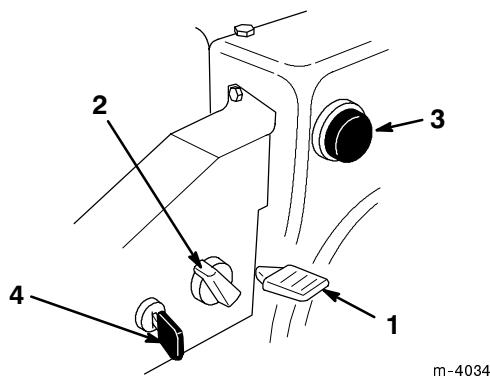

Figure 16
- **Clé de contact** (Fig. 16)—Insérez la clé dans le commutateur d'allumage avant de mettre le moteur en marche. Pour couper le moteur, retirez la clé de contact.
- **Commande des gaz** (Fig. 16)—Déplacez la manette vers le haut pour augmenter le régime du moteur, ou vers le bas pour le réduire.
- **Starter** (Fig. 16)—Pour mettre en marche un moteur froid, tournez la commande de starter en position Maxi (Full). Au fur et à mesure que le moteur se réchauffe, ramenez petit à petit la commande en position Arrêt.
- **Amorceur** (Fig. 16)—Appuyez sur l'amorceur pour envoyer une petite quantité d'essence dans le moteur afin de faciliter le démarrage par temps froid.
1. Tirez le bouton de starter pour l'enlever de sa tige (Fig. 16).
- Mettez la manette des gaz en position Rapide (fast) (Fig. 16).
- Tournez le starter en position Maxi (Full), Fig. 16.
- Insérez la clé de contact (Fig. 16).
- Dès que le moteur à démarré, tournez le bouton de starter (Fig. 16) sur la position 3/4.
- Ramenez la manette des gaz en position lente (slow) et retirez la clé de contact (Fig. 16).